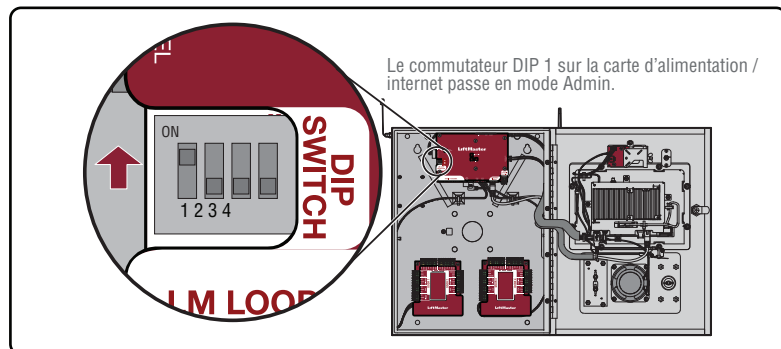

Figure 3. Mode Admin.
9. Passer en mode admin sur le CAPXL en utilisant le commutateur DIP no 1 sur la carte d'alimentation/internet. Sélectionner l'onglet « Audio / Vidéo » et confirmer que la transmission vidéo apparaît et que l'angle et l'orientation sont corrects. (Figure 3)